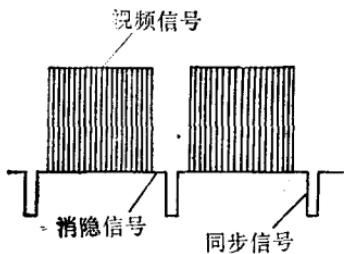

图 1-10 复合视频信号
1. 复合视频信号。复合视频信号也就是电视系统中的全电视信号。它是将视频信号(图像信号)、消隐信号和同步信号合在一起构成的,如图1-10所示。在行扫描正程发送视频信号,无视频信号时即为消隐信号,消隐信号对应暗电平(亦称黑电平),即屏幕是全暗的。在逆程起始时发送同步信号,同步信号处于超暗电平,这样同步信号不会对图像有任何影响。